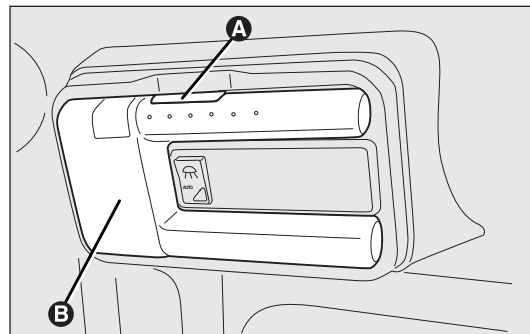

рис. 171
- нажмите кнопку А-рис. 171 и извлеките съемный плафон В;